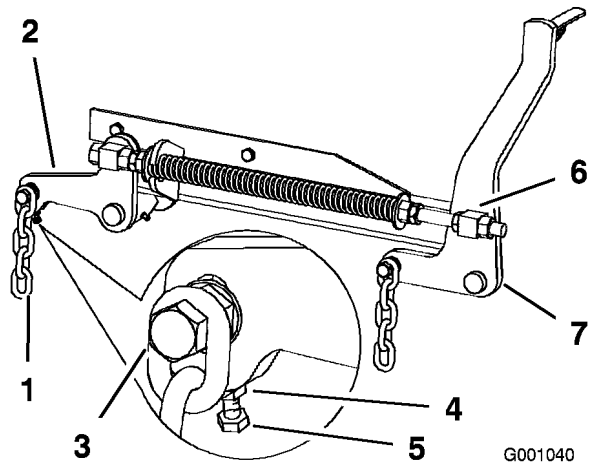

Figura 58
7. Si las medidas realizadas en las posiciones **B** o **C** no son correctas, afloje el perno que fija la cadena trasera al brazo de soporte trasero (Figura 58).
8. Afloje la contratuerca situada debajo del brazo de soporte trasero y ajuste el perno de ajuste hasta obtener una medida de 79 a 82 mm (Figura 58).
7. Afloje las contratuercas de pivote delantero, en la parte delantera de los pivotes derecho e izquierdo, aproximadamente 13 mm (Figura 58).
8. Ajuste las tuercas de elevación en el lado izquierdo y derecho de la máquina hasta obtener 6 a 10 mm menos en la parte delantera en **A** que en la parte trasera, en **B** (Figura 58).